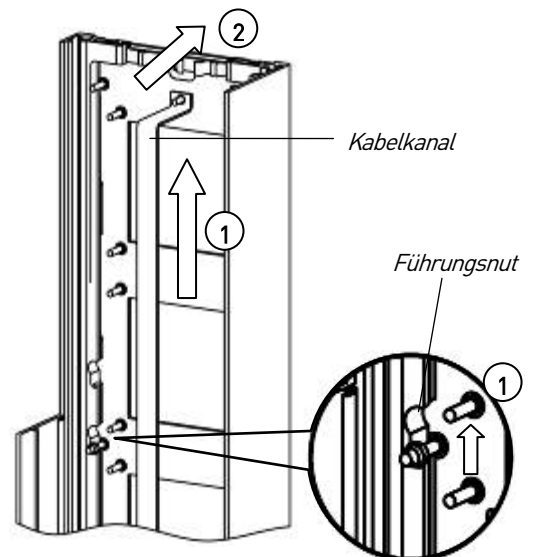

Abb. 16: K-Frontplatte oben de-/montieren
- ▶ Schieben Sie die K-Frontplatte oben ca. 10 mm hoch **(1)** (Abb. 16).
- ▶ Stecken Sie die Gewindebolzen mit Mutter (x6) der K-Frontplatte oben in die Öffnung der Führungsnuten (Abb. 16 Detail).